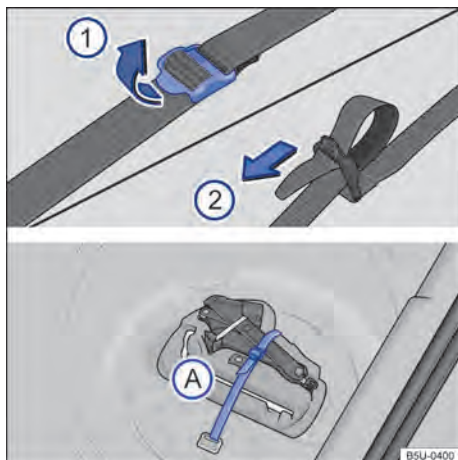

Fig. 134 En el maletero: cinta de fijación de la caja de herramientas y caja de herramientas de a bordo.
Para soltar la cinta de sujeción → fig. 134 (A), tirar del clip en el sentido de la flecha ①.